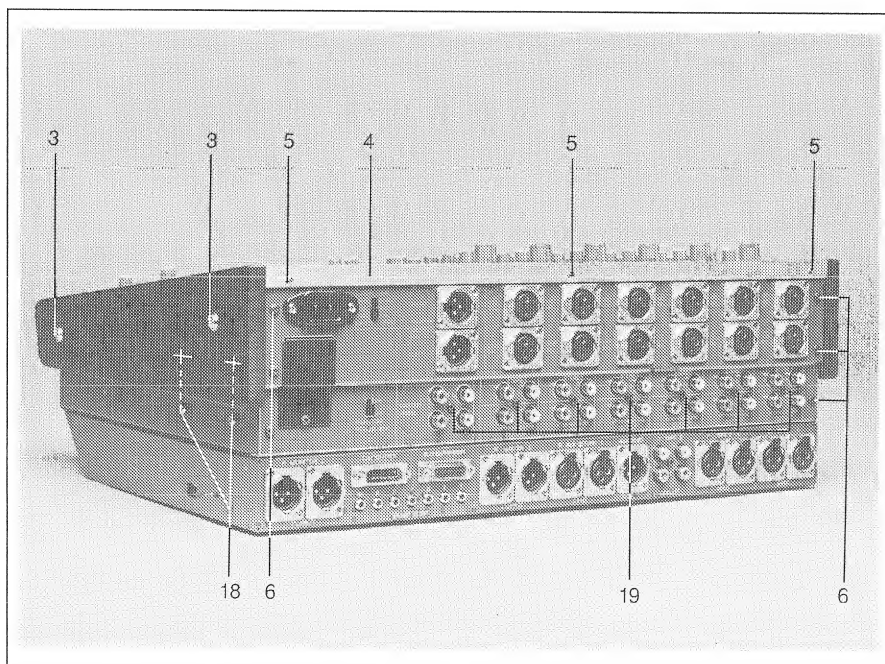

Fig. 3
- Je 2 Schrauben Fig. 3 [3] lösen.
- Obere Zierleiste Fig. 3 [4] entfernen (3 Schrauben [5]).
- An der Gehäuse-Rückwand 6 Schrauben Fig. 3 [6] entfernen.
- ☐ 4 Schrauben Fig. 3 [18] lösen (Zwei der Schrauben unter der Seitenblende).
- ☐ 7 Schrauben Fig. 3 [19] lösen und das untere Blech entfernen.